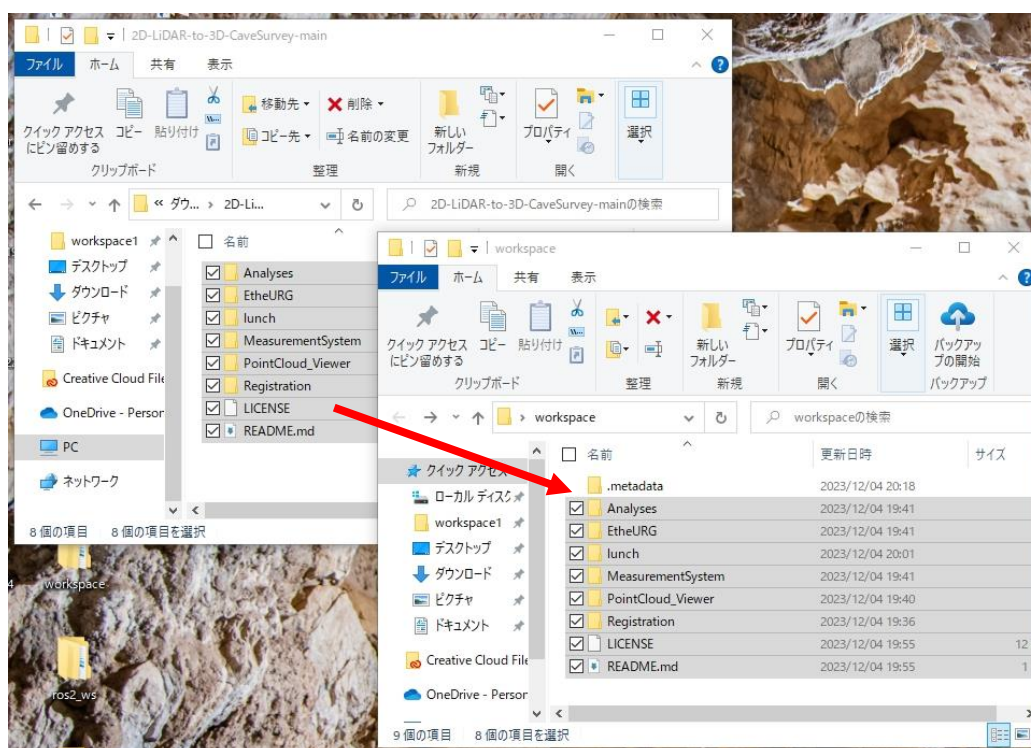

図 7 ダウンロードしたプロジェクトファイルを自身の workspace 内にドラッグ & ドロップ
- ① PC に LiDAR を cat5e の LAN ケーブルで接続し、サーボモータを USB ポートに接続する。それぞれ電源等を繋ぎ、PC, LiDAR, サーボモータを起動する。
- ② 本プロジェクトページから 2D-LiDAR-to-3D-CaveSurvey-main.zip ファイルをダウンロードし、図 7 のように解凍後の 2D-LiDAR-to-3D-CaveSurvey-main フォルダ内にある全てのフォルダーを自身の OpenRTM-aist で使用している workspace 内に貼り付ける。(以下では、自身の workspace を "C:/Users/[UserName]/Desktop/workspace" にあるものと仮定し説明する。)